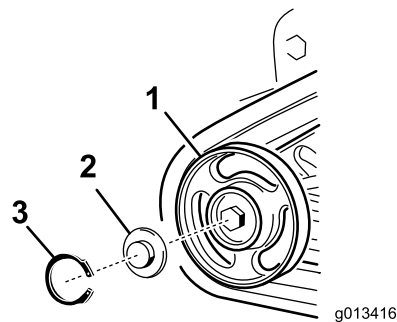

Рисунок 59
4. Снимите с опорного катка стопорное кольцо и колпачок (Рисунок 59).
5. Проверьте наличие смазки под колпачком и вокруг прокладки (Рисунок 59). Если она грязная, содержит песок, или истощилась, удалите всю смазку, замените прокладку и заложите свежую смазку.
7. Поместите наполненный смазкой колпачок опорного катка поверх головки болта (Рисунок 59).
8. Закрепите колпачок опорного катка стопорным кольцом (Рисунок 59).